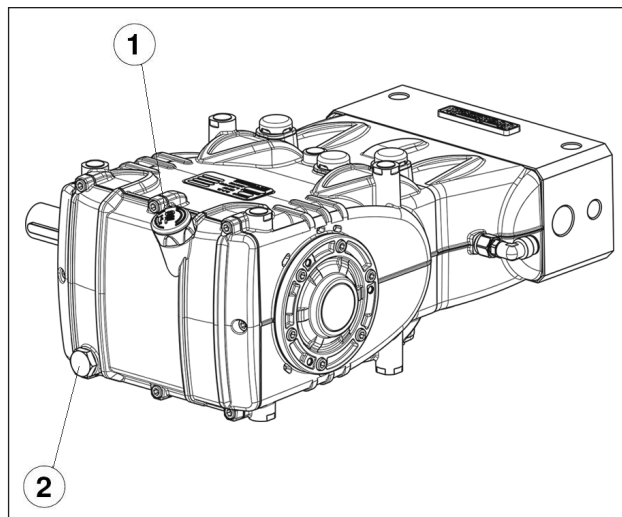

Fig. 3
Da haste do nível do óleo pos. ①, Fig. 3.
O controle correto do nível do óleo é realizado com a bomba em temperatura ambiente, a troca do óleo é executado com bomba de temperatura de trabalho, removendo: a haste do nível do óleo pos. ①, e sucessivamente a tampa pos. ②, Fig. 3. O controle do óleo e a troca são efetuados conforme indicado na tabela da Fig. 16, capítulo 11.